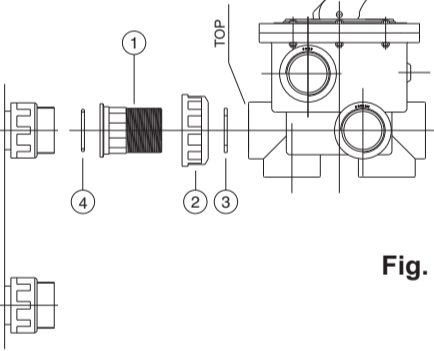

Fig. 1
1. Avvitare il manicotto (1) alla valvola selettiva all'imboccatura indicata con TOP, avendo, in precedenza posizionato la guarnizione piana (3) a la flangia (2) come previsto in fig. 1. Serrare fortemente il manicotto (1) per ottenere una tenuta stagna.
2. Collegare la valvola all'imboccatura superiore del filtro, avvitando leggermente la flangia (2) in modo che la valvola possa ruotare. Assicurarsi di aver collocato l'O-Ring (4) nel suo alloggiamento prima di avvitare la flangia (2).
- Montare il coperchio posizionandolo in modo che coincidano i segni di riferimento (coperchio-corpo, si veda fig. 1).